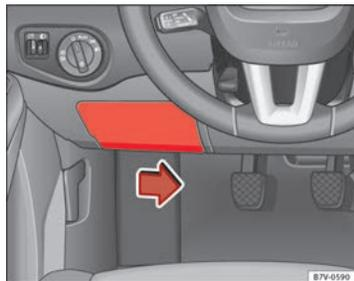

Fig. 201 Sur le tableau de bord côté conducteur : cache du boîtier de fusibles.
- Pour retirer le couvercle, déplacez vers la droite la manette d'actionnement située dans la partie inférieure de celui-ci ⇒ fig. 201.